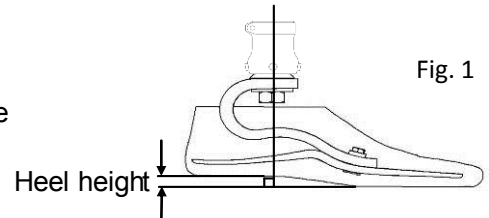

Fig. 1
B) **Montage:** Positionner sous le pied une cale correspondant à la hauteur du talon de la chaussure. Fixer le connecteur pyramidal femelle sur le pied en positionnant son axe perpendiculairement au sol (fig1).
B) Assembling: Place under the foot a wedge of the same height as the shoe heel. Fix the female pyramid connector to the foot taking care that its axis be perpendicular to the ground (fig 1).
B) Montage: Einen Keil unter dem Fuß einsetzen, dessen Höhe der Absatzhöhe der Schuhe entspricht. Den weiblichen Pyramidadapter an dem Fuß fixieren, und dabei seine Achse senkrecht zur Boden positionieren (Abb. 1).